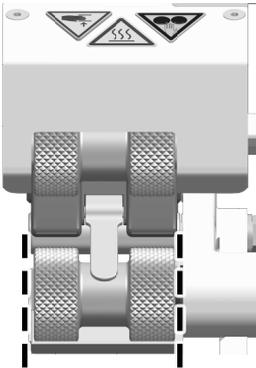

Figure 1
Vérifier que la **panne chauffante (15)** est aligné au centre du rouleau **d'entraînement/de pression (11)** (figure 1). Si ce n'est pas le cas :